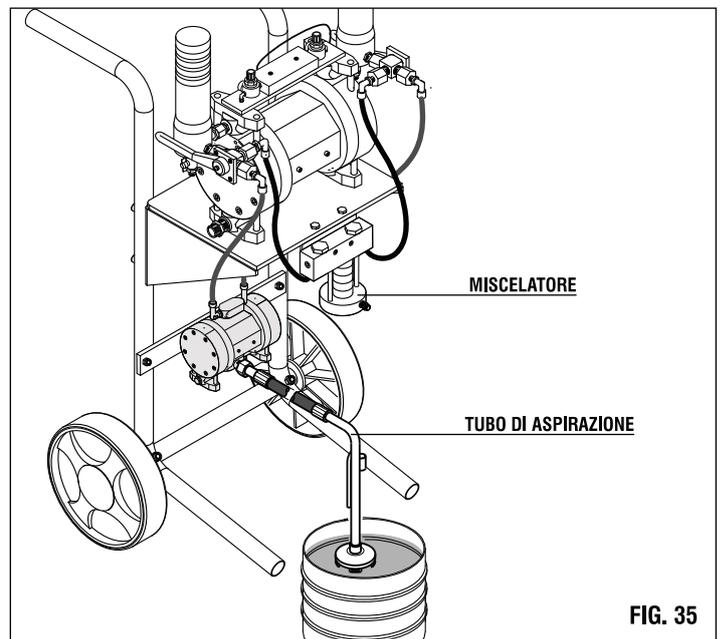

FIG. 35
- 4) Immergere il tubo di aspirazione nel contenitore (fig.35).